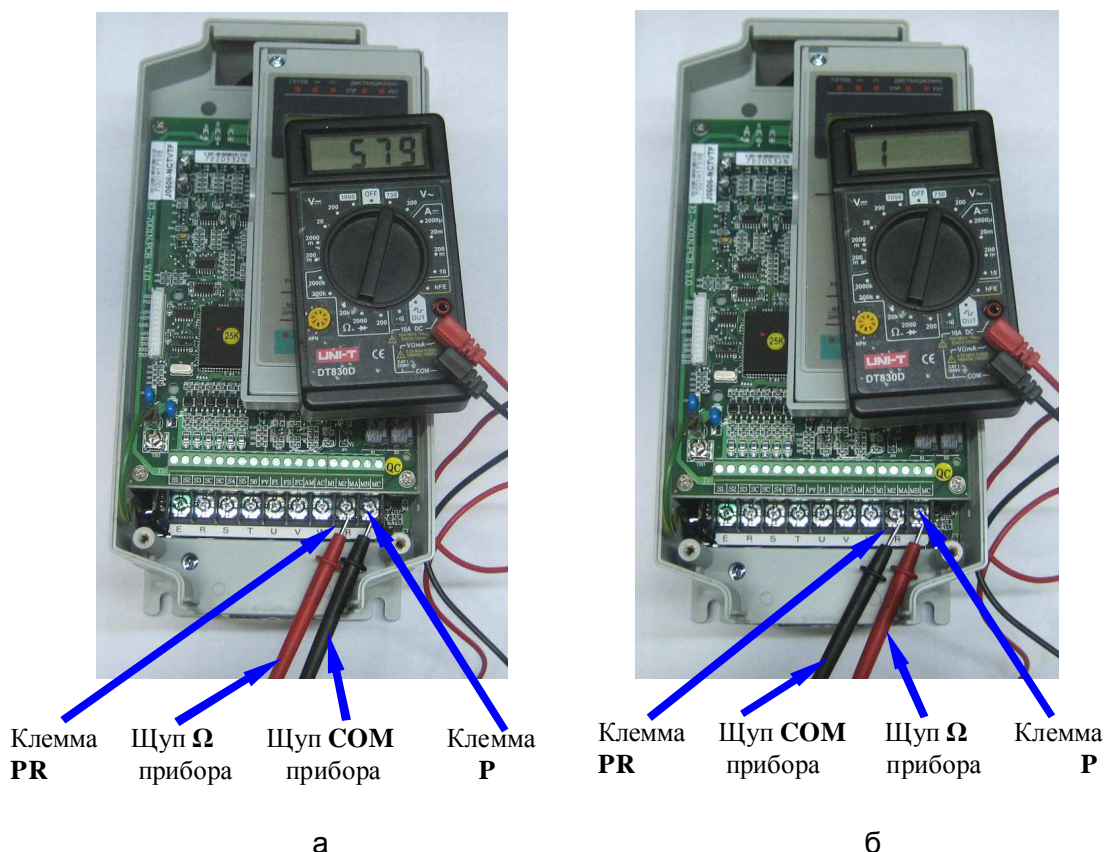

Рис. 4.6. Проверка защитного диода в цепи тормозного ключа матрицы IGBT.
4.6.6. Проверить цепь **P-PR** – защитный диод в цепи тормозного ключа, как показано на рис. 4.6. Исправная цепь должна «звониться» как диод (при прямой проводимости показания прибора 200...1000, рис. 4.6а, при обратной проводимости – «Обрыв цепи», рис. 4.6б).